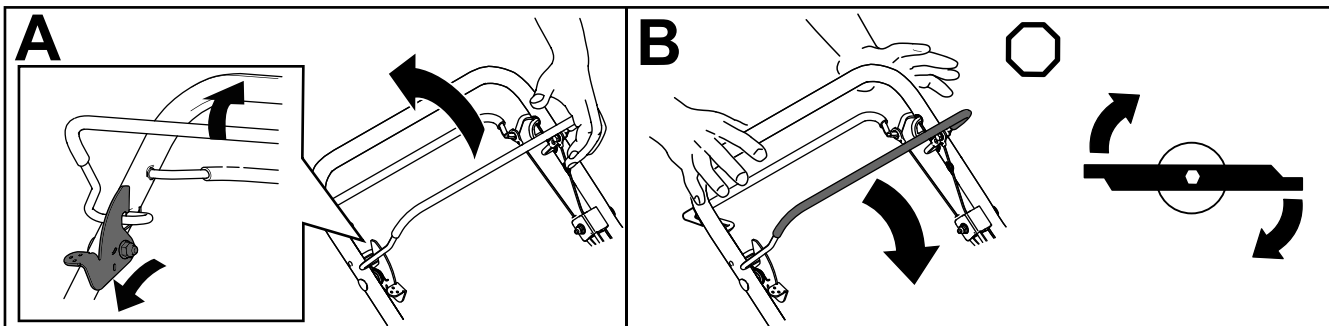

Figura 17
1. Spingete in avanti e tenete premuta la leva di blocco del comando lame per rilasciare la stegola di comando delle lame (A della Figura 17).
2. Portate la stegola di comando delle lame verso la stegola e rilasciate la leva di blocco del comando lame; la lama dovrebbe innestarsi (A della Figura 17).
3. Rilasciate la stegola di comando delle lame per disinnestare la lama (B della Figura 17). La leva di blocco del comando della lama viene ripristinata per bloccare la stegola di comando della lama.